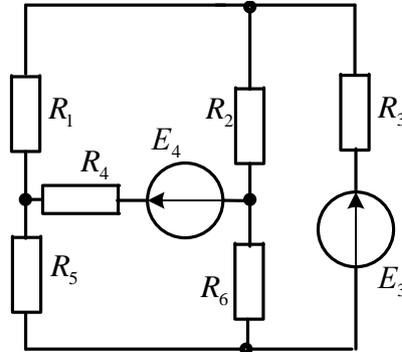

Рисунок 21
**Задача 25.** В электрической цепи (рис.21) рассчитать токи методом контурных токов. Сравнить полученные результаты с токами, найденными из уравнений Кирхгофа. Составить баланс мощностей. Заземлив одну из точек схемы рассчитать и построить потенциальную диаграмму контура, включающего обе ЭДС.